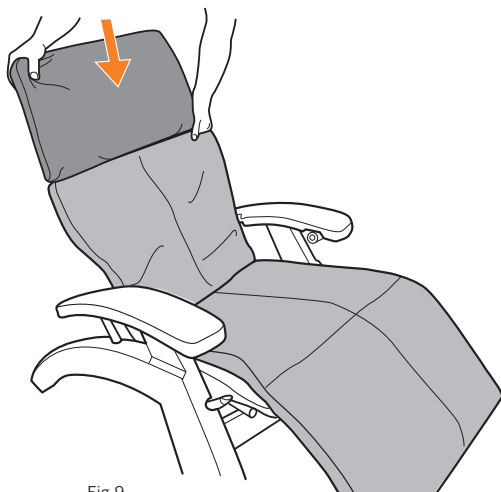

Fig.9
2. Faites glisser le coussin d'appui-tête sur le cadre d'appui-tête (Fig.9).